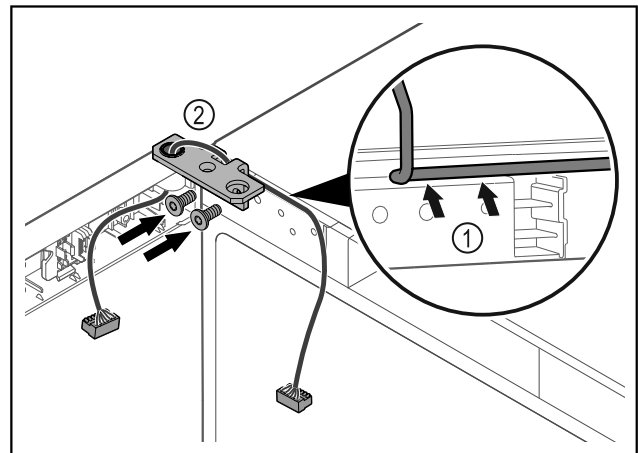

Fig. 46
- Кабель провести через виїмку шарнірного кутика і обережно прокласти Fig. 46 (1).
- Накрутити шарнірний кутик Fig. 46 (2).